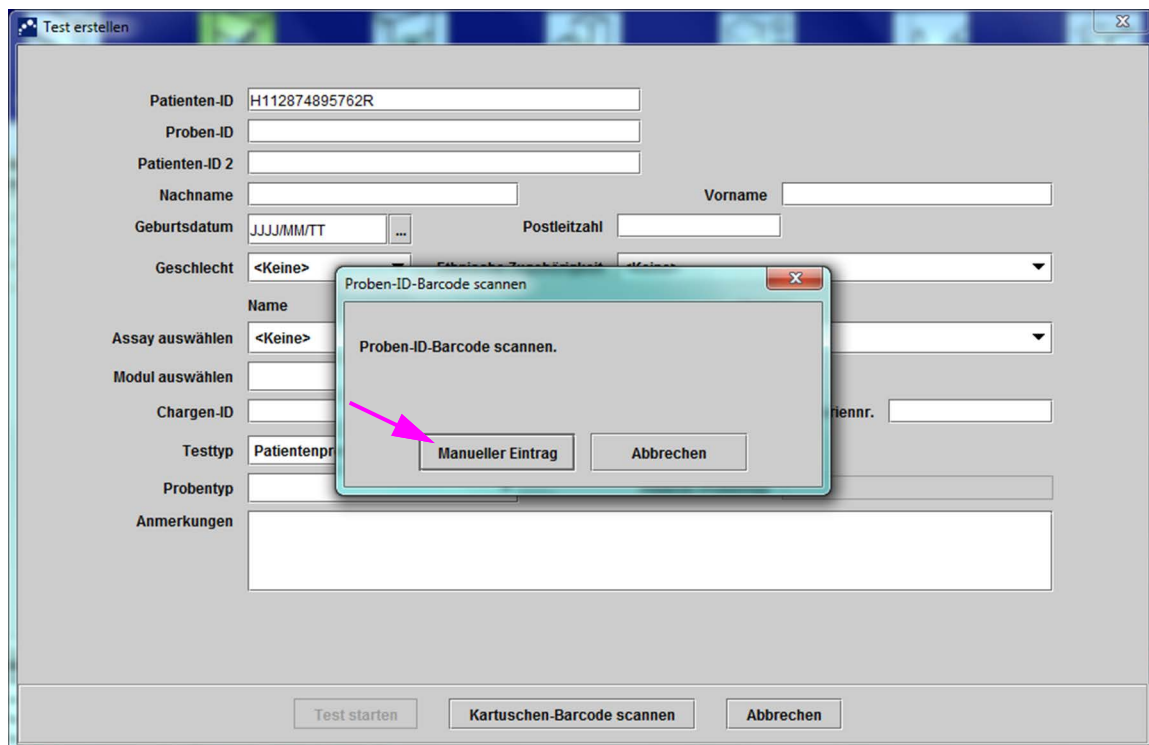

Abbildung 5-20. Fenster „Test erstellen“ mit Dialogfeld „Proben-ID-Barcode scannen“
2. Scannen Sie den Patienten-ID-Barcode mit dem im Lieferumfang enthaltenen Barcode-Scanner ein. Siehe Abschnitt 5.5. Das Dialogfenster „Proben-ID-Barcode scannen“ erscheint. Siehe Abbildung 5-20.